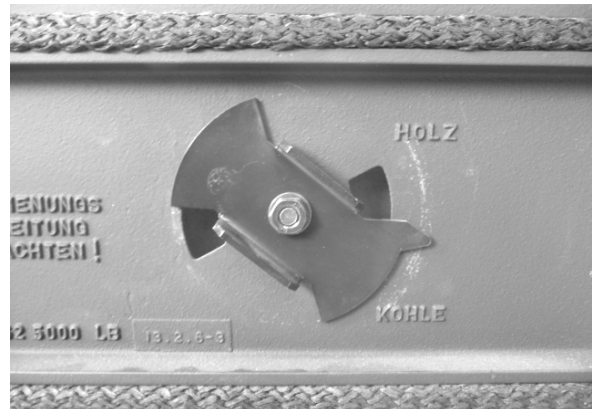

Abb. 17: Brennstoffwähler KK 10
Achtung: Für den Betrieb mit Holz den Brennstoffwähler (Abb. 17) immer auf "Stellung Holz" lassen, da sonst Überhitzungsgefahr besteht und der Ofen beschädigt wird. Der Brennstoffwähler befinden sich in der Feuerraumtür unten.
Den Brennstoffwähler für das Heizen mit Braunkohlenbriketts ganz öffnen ("Stellung Kohle" Abb. 17). Den Aschekasten regelmäßig leeren.
- Die Einstellungen Brennstoffwähler entsprechend (Abb. 17 Seite 13) vornehmen.